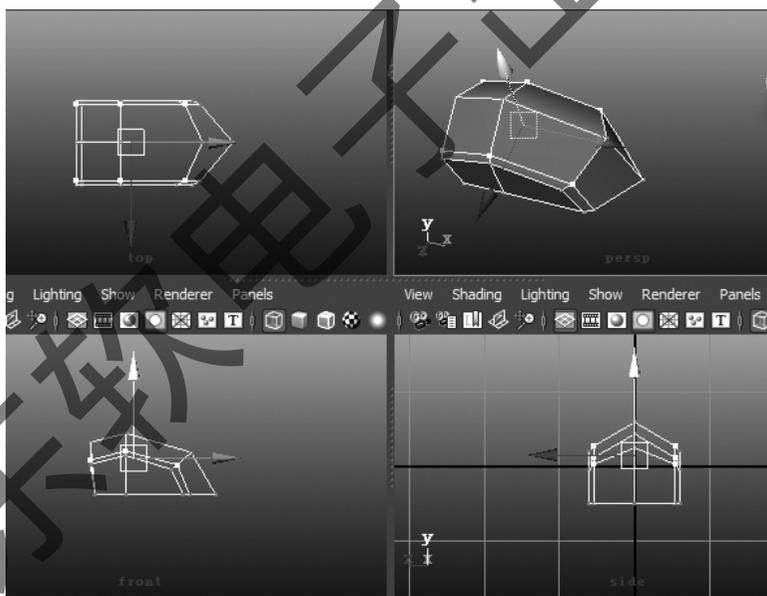

图 4-35 点调节方体形状
Step 3: 调节点, 令方形的形状更接近于鼠标, 按键盘键 F9 进入点编辑模式, 通过鼠标选择编辑点, 通过键盘的 W 键或者是侧工具栏的快捷方式, 对点进行编辑, 如图 4-35 所示。